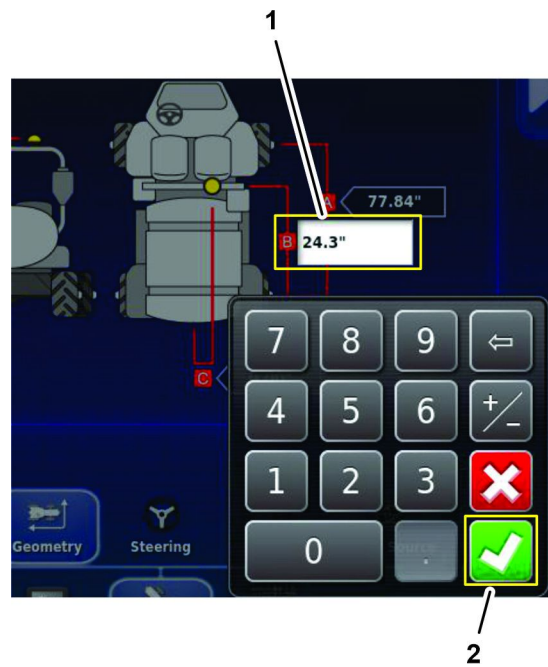

Рисунок 190
2. Нажмите на значок расстояния между осевой линией заднего моста и центром спутникового приемника (B), с помощью клавиатуры на экране введите результат измерения, записанный в таблице геометрических характеристик машины в разделе Измерение геометрических характеристик машины \(страница 91\), и нажмите на значок подтверждения (Рисунок 190).